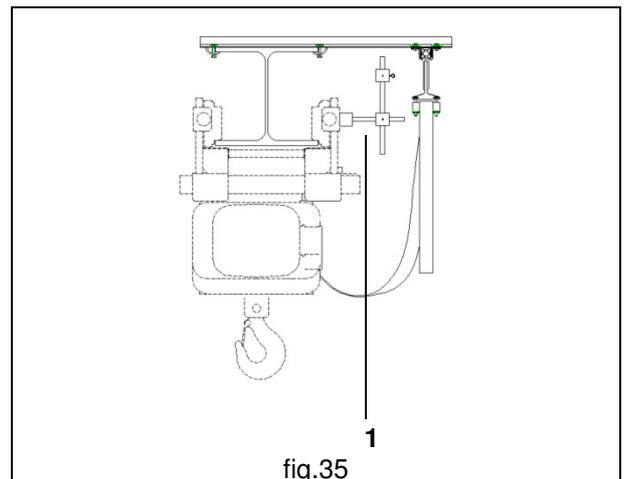

fig.35
8. Montare sul carrello porta paranco il braccio di traino con elastico **1**, collocato sempre dal lato delle canaline porta festoni. (fig.35).